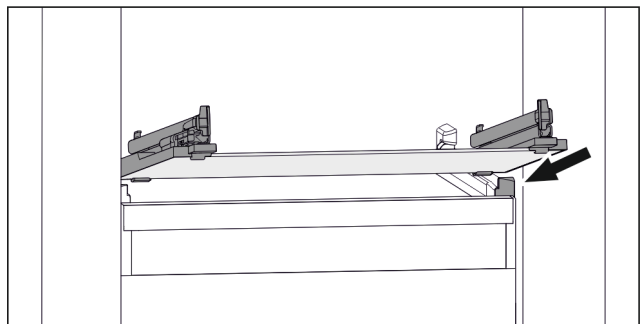

Fig. 38 Примерное отображение стеклянной пластины
- ▶ Наклоняя вниз, установите стеклянную пластину за стопоры. (см. Fig. 38)